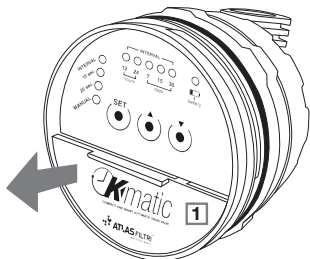

figure 1
- Ouvrir le compartiment des piles (1) en retirant le couvercle situé dans la moitié inférieure de l'avant du programmeur (**figure 1**)